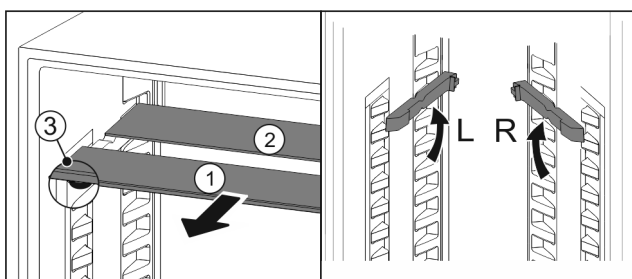

Fig. 97
- Dra ut Fig. 97 (1) glashyllorna framåt en i taget.
- ▷ Glashyllan Fig. 97 (1) med dekorlisten ligger längst fram.
- ▷ Stoppklackarna Fig. 97 (3) är vända nedåt.